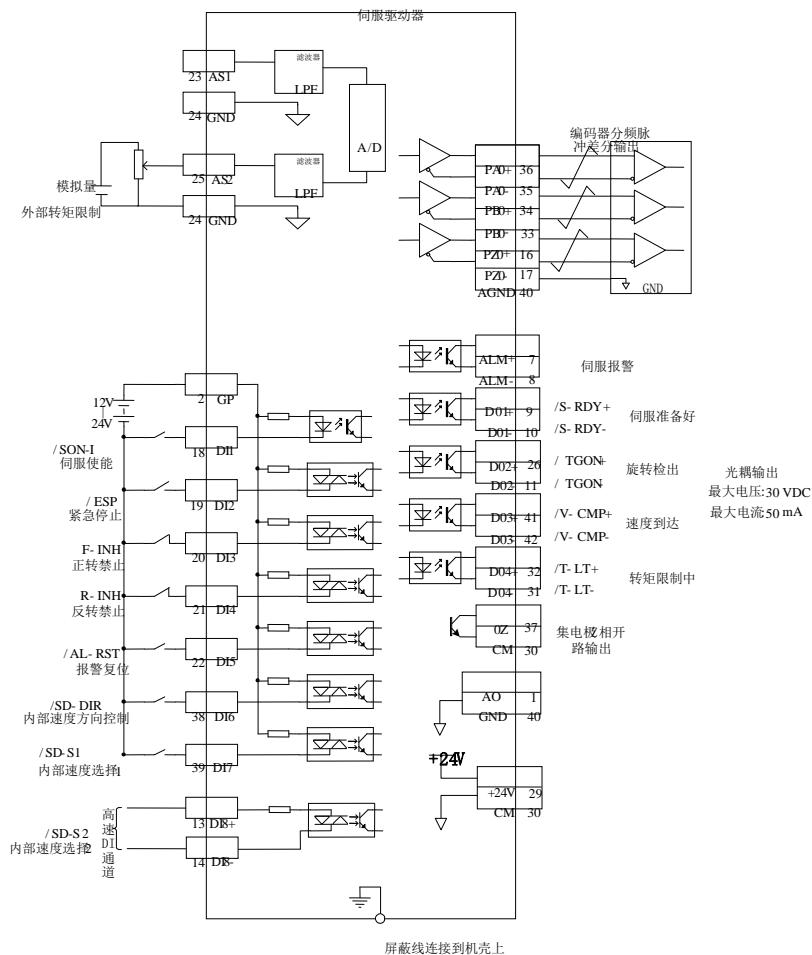
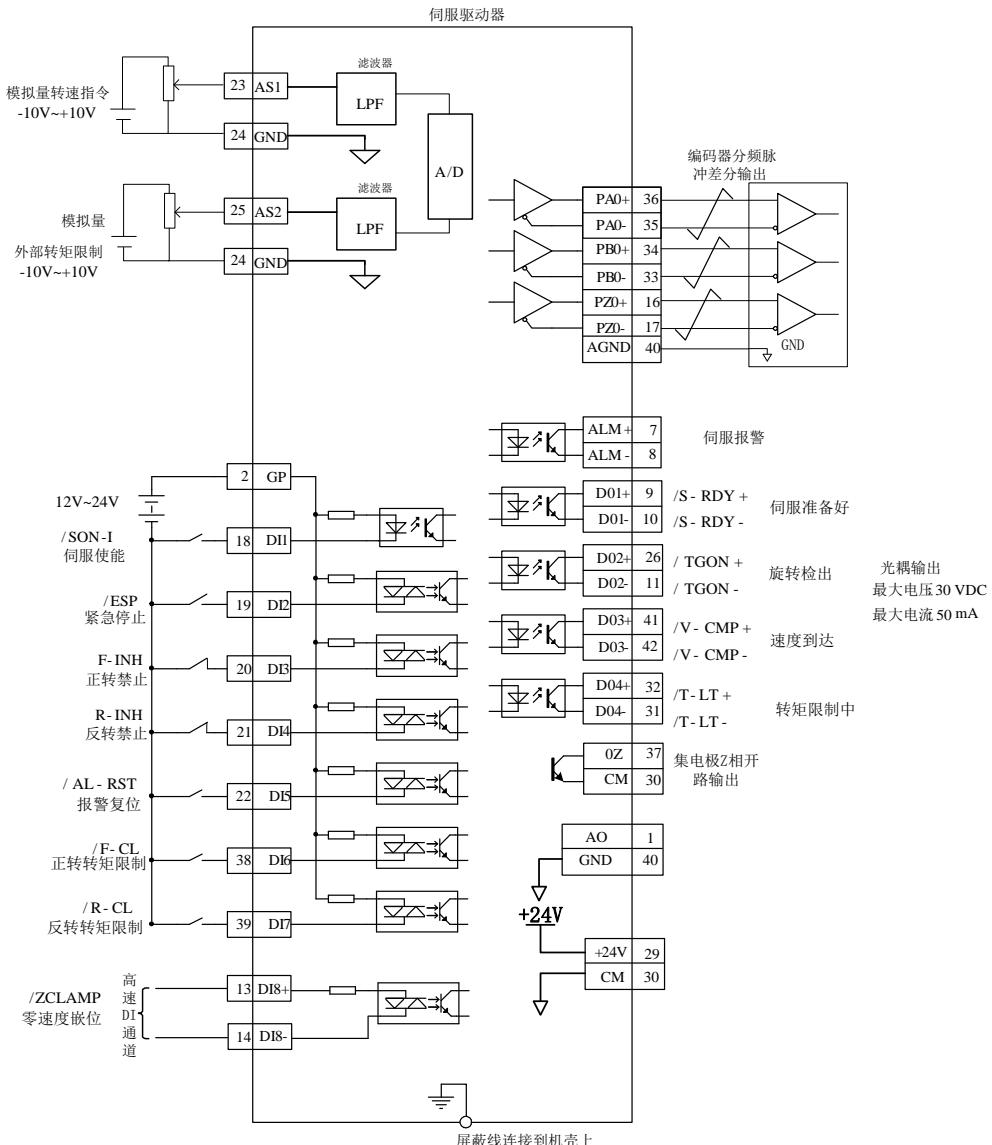

图 6.2.2 内部寄存器速度模式典型接线图
图 6.2.3 模拟量速度模式下典型的接线图
- ◆ 参考图 6.2.2 或图 6.2.3 的配线说明，进行 DI/DO 信号的连线；